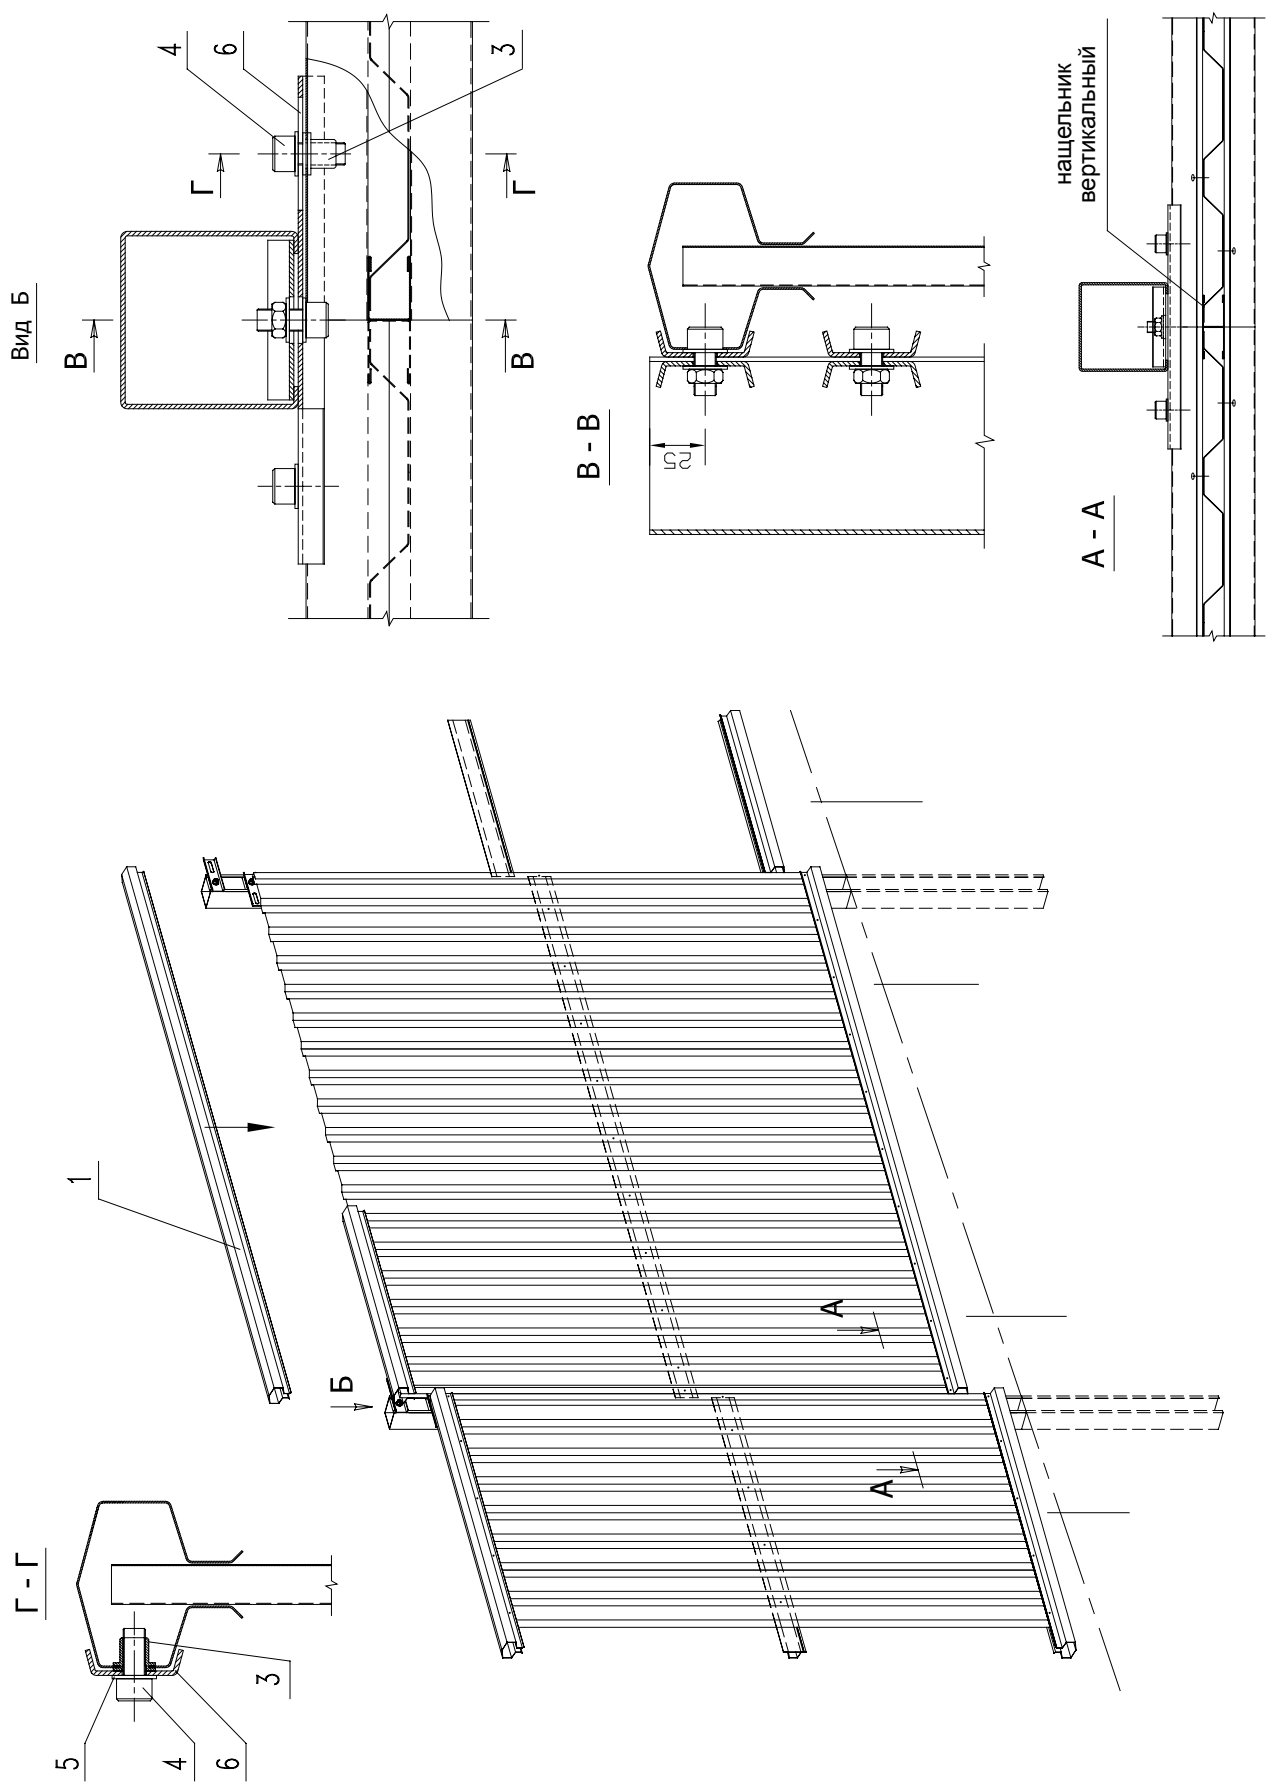

Рис. 11. Монтаж листов профнастила и верхнего продольного профиля при установке забора на участке имеющем уклон более 2,3° (т.е. при  $\Delta h > 100$  мм).
2) По бокам крайних листов профнастила, установленных на одном нижнем продольном профиле установить П-образные вертикальные нащельники (см. рисунок 11, сечение А-А).
Одеть сверху на профнастил верхний продольный профиль и закрепить его к планкам 6 установленным на стойках при помощи винтов 4 (М10х25), шайб 5 вворачиваемых в резьбовые гайки-заклепки 3 установленные на продольном профиле (см. рис. 11).
3) По бокам крайних листов профнастила, установленных на одном нижнем продольном профиле установить П-образные вертикальные нащельники (смотри рисунок 11, сечение А-А).